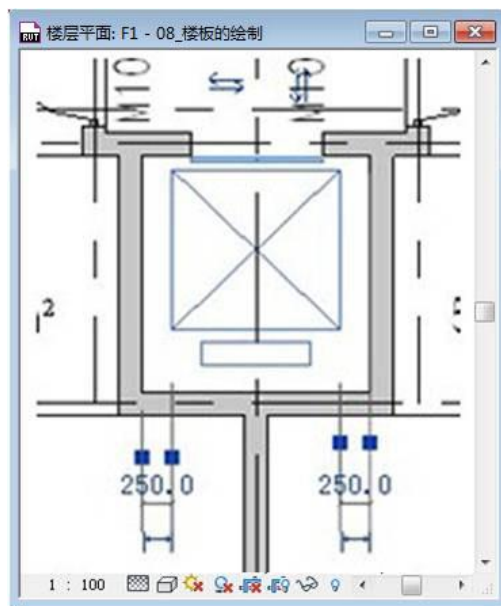

图 3-36
- 3) 光标移动至绘图区域电梯井上方墙面，Revit 将自动拾取中心位置，单击放置电梯(如图 3-36 所示)。